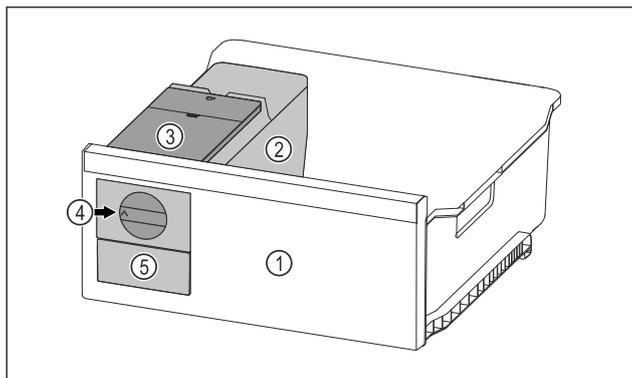

Fig. 70 Immagine a titolo di esempio
- ▶ Ruotare la manopola Fig. 70 (4) verso destra finché non si arresta.
- ▶ I cubetti di ghiaccio cadono dalla ciotola dei cubetti di ghiaccio nel cassetto dei cubetti di ghiaccio Fig. 70 (5). Se non tutti i cubetti di ghiaccio fuoriescono dalla ciotola dei cubetti di ghiaccio: